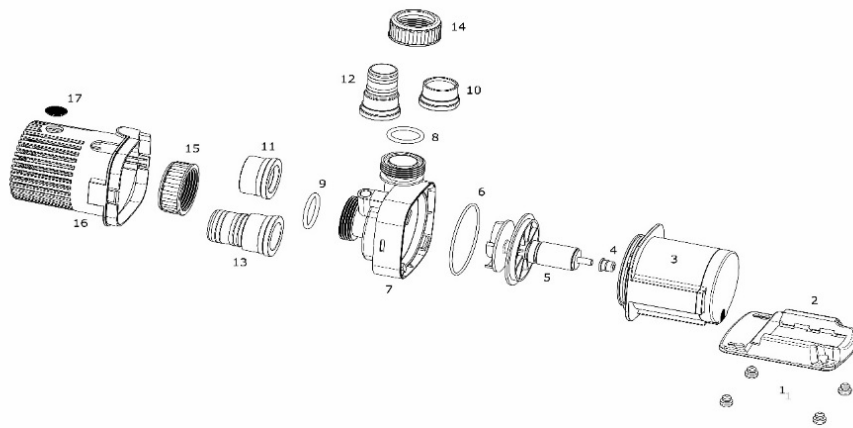

Fig. 2.: AC Runner 3.0
- AC Runner – Voor onderdelen, zie Fig. 2 en. 3